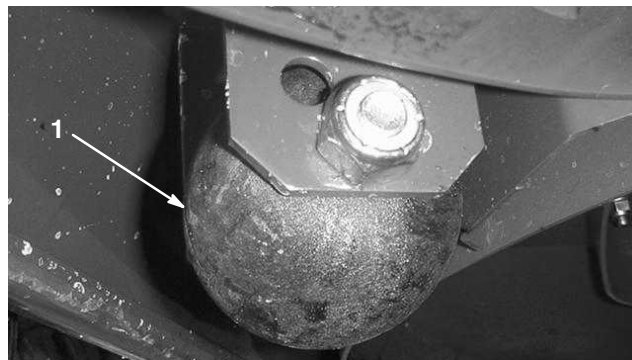

Figure 19
1. Enlevez la vis d'assemblage et l'écrou qui fixent la roue de jauge aux supports du plateau de coupe (Fig. 19).